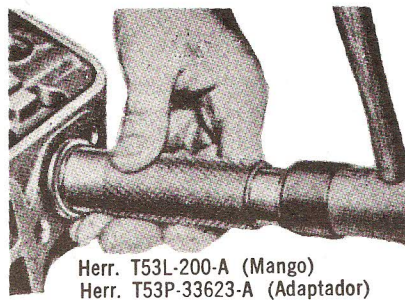

Fig. 17 — Instalación del Tapón de la Salida de Agua. Típico
3. Instale el tapón con la pestaña hacia fuera. Empújelo a su lugar hasta que la pestaña esté al ras o ligeramente debajo de la superficie de la culata (Fig. 17).